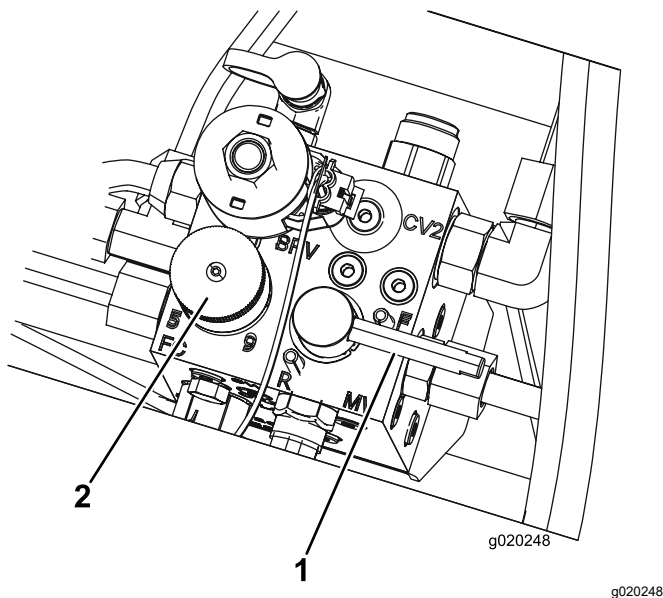

图 82
5. 将滚刀速度控制杆设置为位置 1 图 82。
6. 将倒磨控制杆移至 R 倒磨位置图 82。